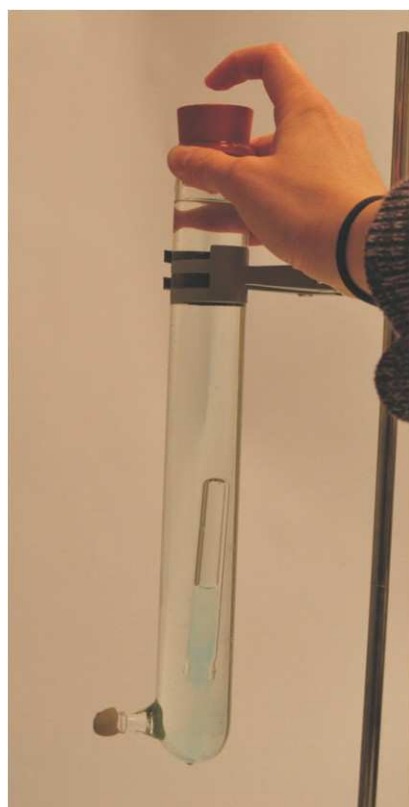

Figura 10-3
11. Cuando el buzo se haya hundido hasta el fondo de la botella, puede retirar el dedo del orificio y el buceador volverá a aparecer como se muestra en la Figura 10-3.